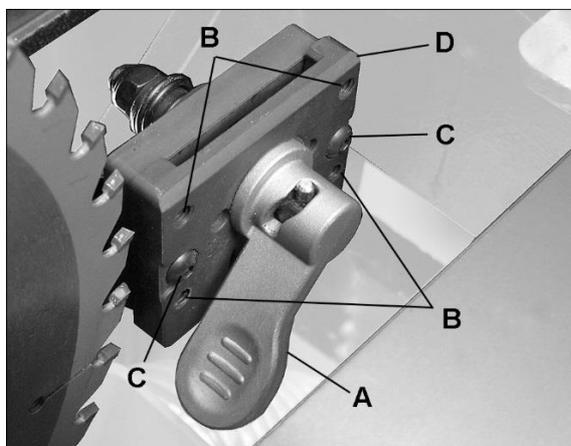

Рис. 7-7
4. Потяните рычаг (А, Рис. 7-7) и снимите
5. Для регулировки положения ножа служат четыре установочных винта (В, Рис. 7-7). С помощью 3 мм шестигранного ключа отрегулируйте любой из винтов, чтобы выровнять нож с пильным диском.
3. С помощью 3 мм шестигранного ключа ослабьте два винта с внутренним шестигранником (С, Рис. 7-7). Это позволит плите зажима (D) смещаться вперед-назад на неподвижном